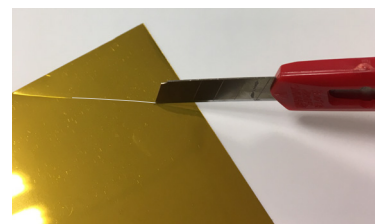

Figure 02
- › Couper dans un angle, à 3 ou 4 cm du bord, le film de protection sans couper le film Super Chrome + liner. (FIG. 02)